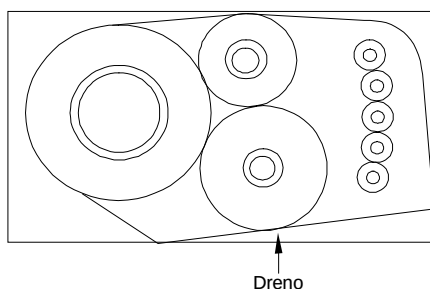

Figura 13
5. Após completar a instalação das linhas de refrigerante, fiação e conexões do dreno, junte tudo em um feixe, (verifique se os códigos locais permitem juntá-los) e una-os com fita adesiva a intervá-los de 100 ou 200 mm (4" a 8"). Certifique-se que o tubo de drenagem esteja na parte inferior do feixe (Figura 13).